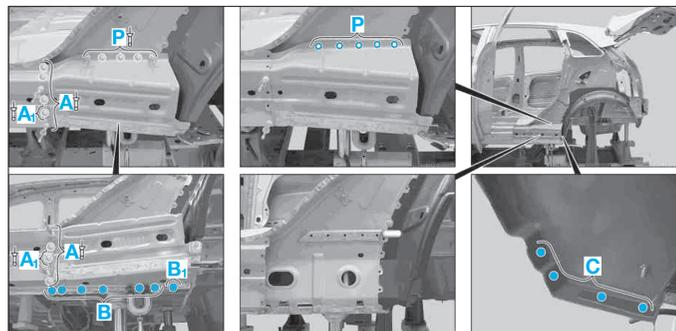

FIG. 111
- Souder le passage de roue extérieur, zones (F), (G) (H₁), (H₃), (J), (K) et (L).
- Souder le passage de roue extérieur, zones (D) et (E).
- Percer des trous (Ø 6,5 mm) sur la doublure de bas de caisse dans la zone (P) (Fig.111).